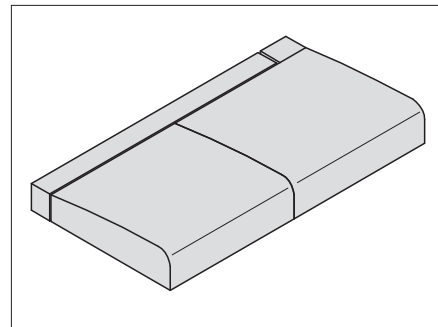
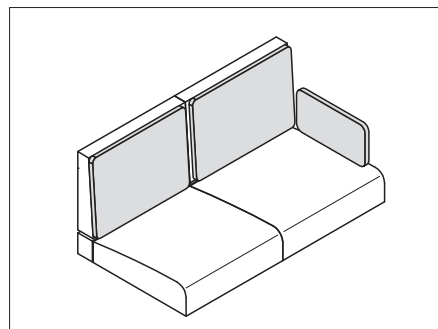

Fig. 204 Posizionamento dei sedili
Fig. 206 Cuscini per gli schienali
- Applicare i cuscini del divano, dello schienale e aggiuntivi come illustrato in Fig. 204 - Fig. 206.